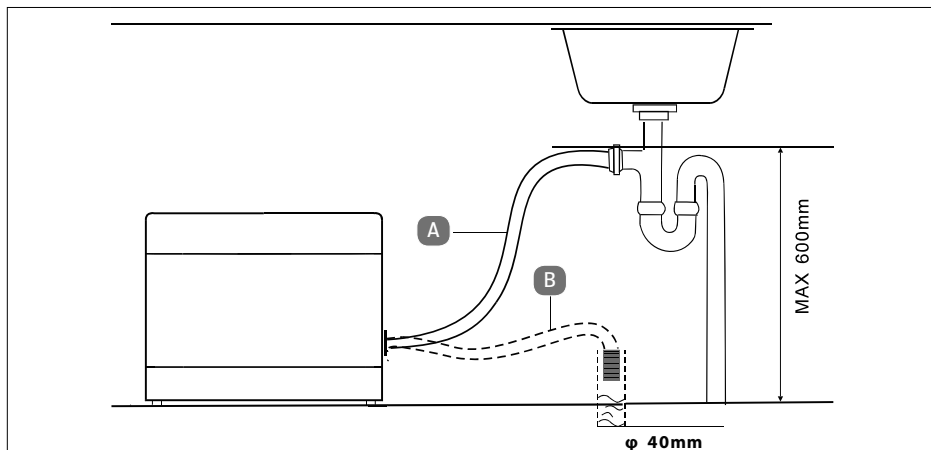

Fig. 6
- ▶ Conecte la manguera de vaciado con el sifón (para lavadoras) de la tubería de desagüe situada debajo del fregadero. Procure que la manguera de vaciado tenga una inclinación suficiente. El aparato debe situarse, como mínimo, 4 cm por encima del desagüe (véase **fig. 6, A**).
- ▶ También puede dirigir la manguera de desagüe a una tubería de desagüe. Enganche la manguera en la tubería de desagüe de modo que no pueda soltarse y el agua pueda fluir hacia abajo directamente sin impedimentos (véase **fig. 6, B**).